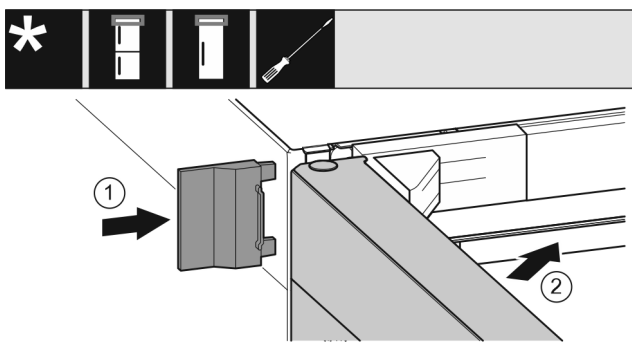

Fig. 24
- ▶ Buitenste afdekking erop schuiven. *Fig. 24 (1)*
- ▶ Bovenste deur sluiten. *Fig. 24 (2)*